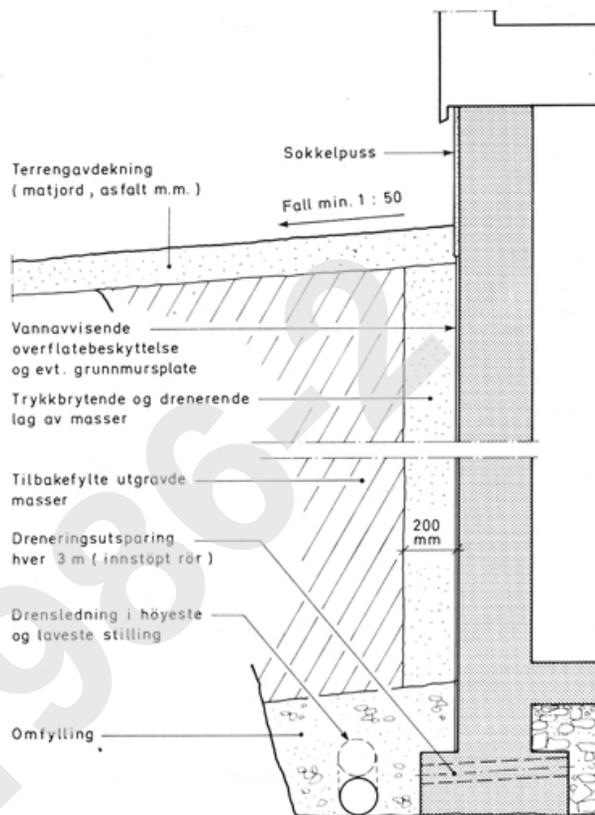

Fig. 24
- Drenerende lag inntil vegger skal være minst 200 mm tykt. Laget føres fra dreneringsens omfylling opp til underkant av dekklag eller matjordlag, se fig. 24. Består byggegrunnen av finstoffrike (siltige) eller bløte jordarter slik at det er fare for finstoffinntrengning, gjenslam-